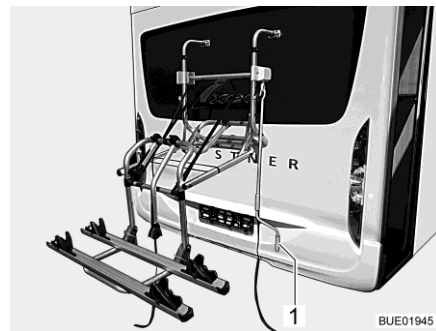

Bild 4 Fahrradträger, abgesenkt
- Handkurbel (Bild 4,1) am Fahrradträger ansetzen und Fahrradträger auf Griffhöhe ablassen.